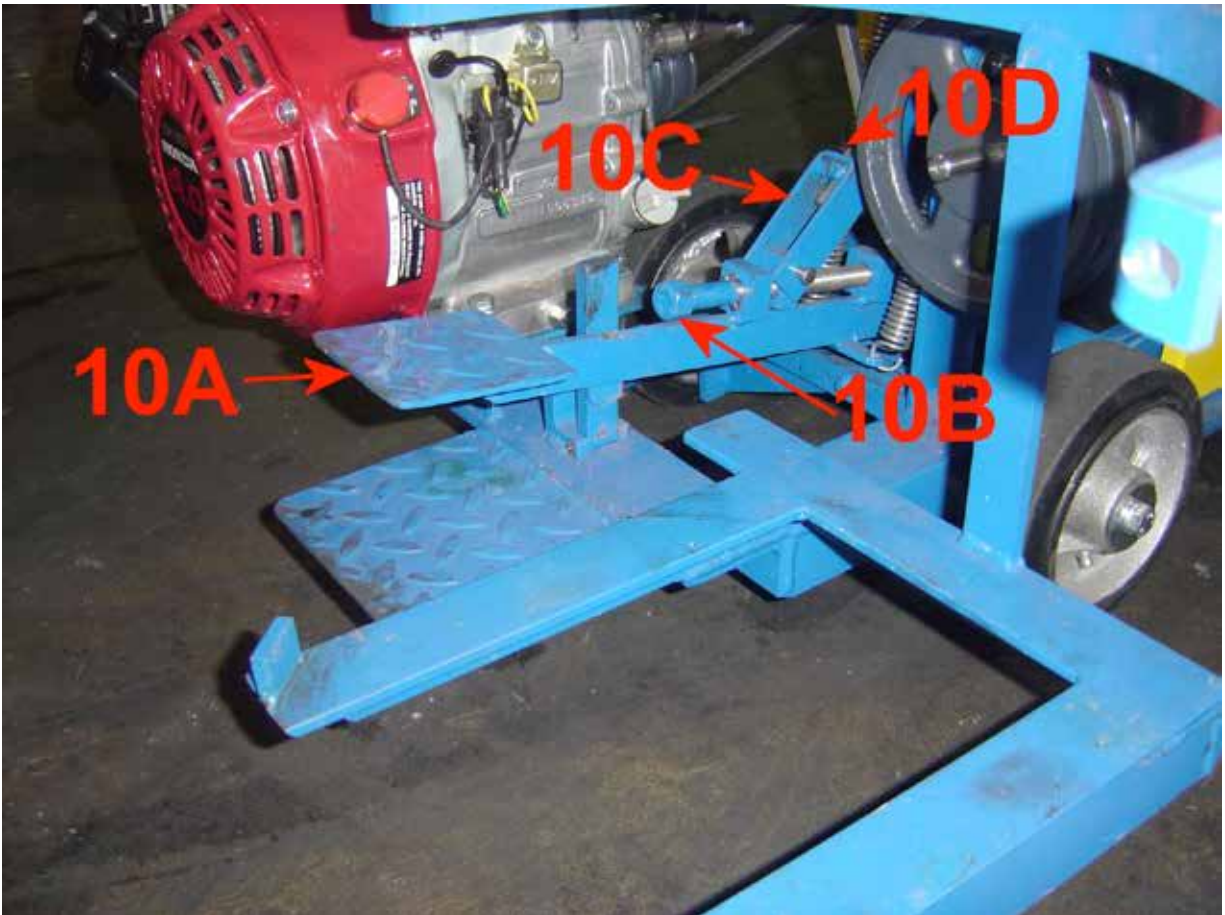

Figura 10 Cómo regular la profundidad del ábabe de descarga
10. Descienda el álabe de descarga a la posición de funcionamiento pisando el pedal del álabe de descarga (10A) como se muestra en la figura 10.